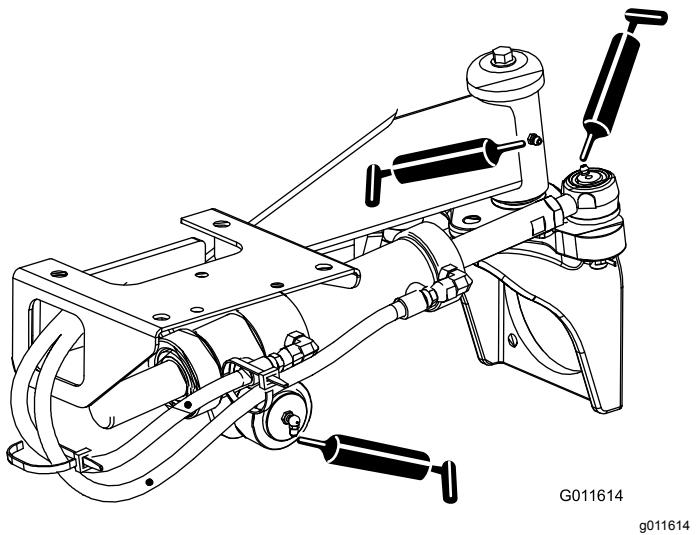

図 33
- ステアリングシリンダのボールジョイント2ヶ所と後アクスル1ヶ所 — 図 33